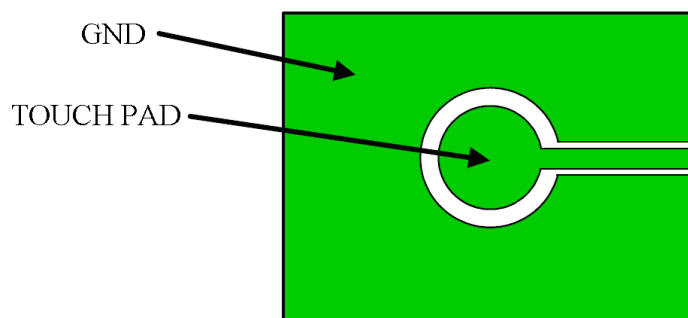

图 7 TOUCH PAD 参考画法
- .5 TOUCH PAD 需用 GROUND 环绕保护，请参考图 7；如使用多层 PCB，请将该 TOUCH PAD 背面覆盖同样大小或面积稍大、并连接至系统地线的铜箔。